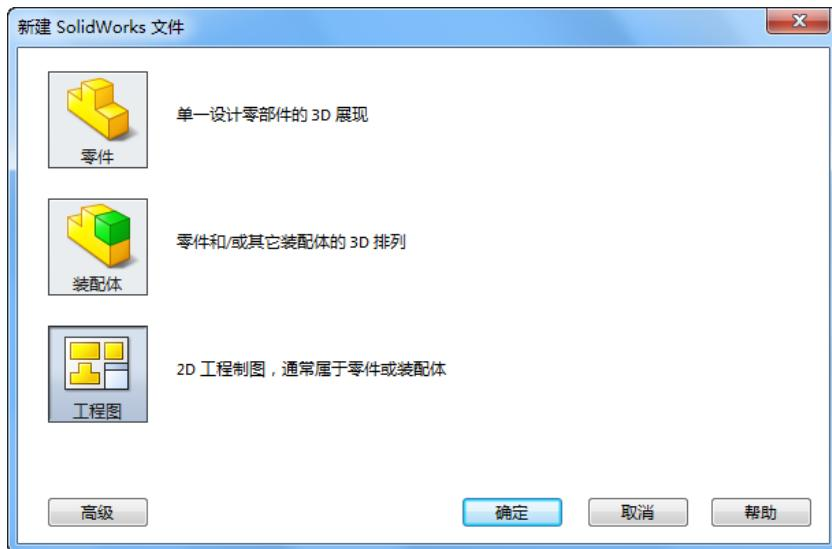

图 8-1 “新建 SolidWorks 文件”对话框
**01** 新建文件。在菜单栏中选择“文件”→“新建”命令，或者单击“标准”工具栏中的“新建”图标按钮，此时系统弹出如图 8-1 所示的“新建 SolidWorks 文件”对话框。